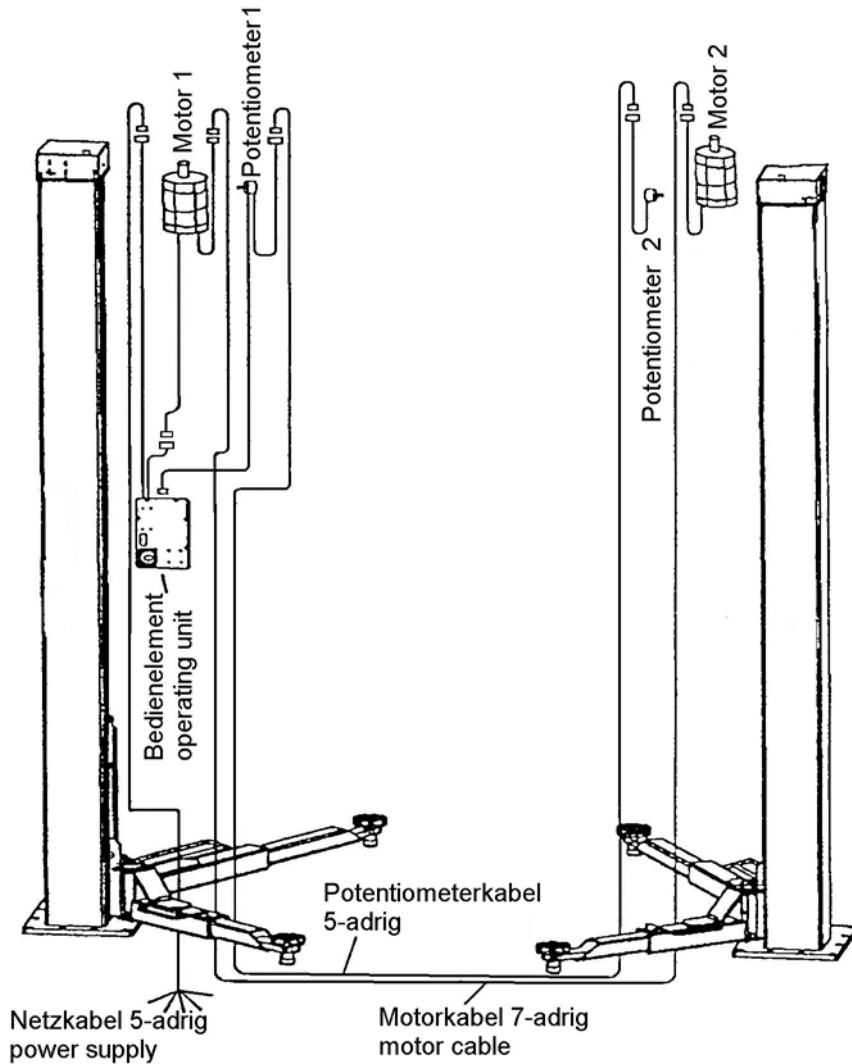

Bild 22: Kabelverlauf ohne Verwendung von Steig- und Querrohr
- Die Kabel sind gemäß der Zeichnung (Bild 22) zu verbinden.